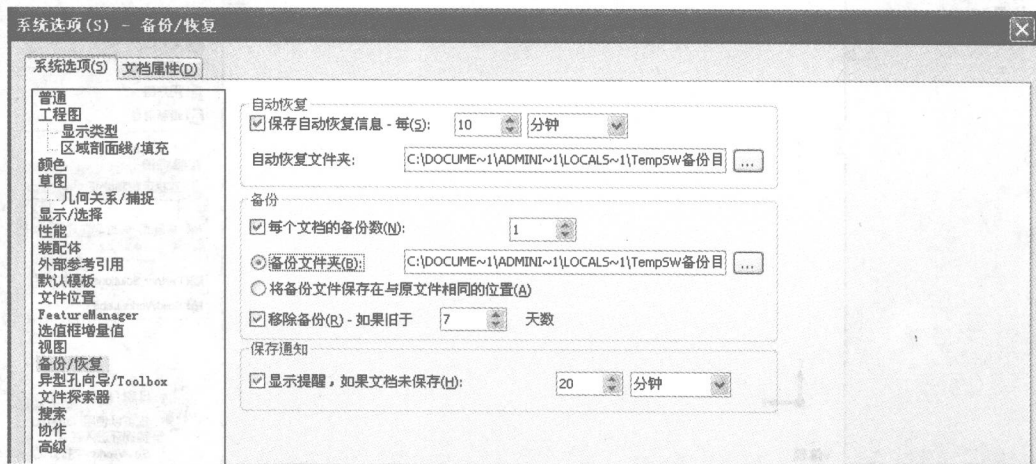

图 1-9 “系统选项—普通”对话框
(1) 执行命令。在菜单栏中选择“工具”→“选项”命令。
(2) 设置保存目录。系统弹出如图 1-9 所示的“系统选项—普通”对话框，单击对话框中的“备份/恢复”选项，在右侧“备份”中可以修改保存备份文件的目录。